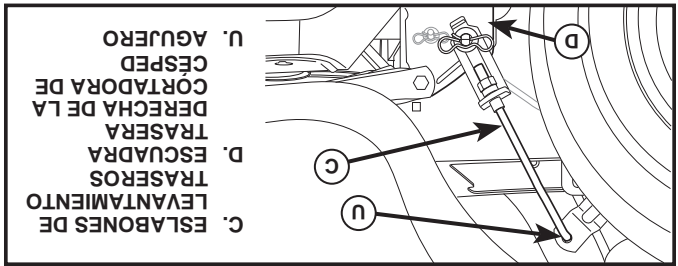

Fig. 13
## 7. INSTALE LOS ESLABONES DE LEVANTAMIENTO TRASEROS (C) (Vea Fig. 13)
- Inserte el extremo de varilla del levantamiento trasero (C) dentro del agujero (U) en el brazo de suspensión del eje de levantamiento del tractor y haga oscilar el eslabón hacia abajo hacia la cortadora de césped.
- Levante la esquina trasera de la cortadora de césped y ubique la ranura en el conjunto de eslabones sobre la chaveta en la escuadra trasera de la cortadora (D); asegure con una arandela grande y un resorte de retención grande.